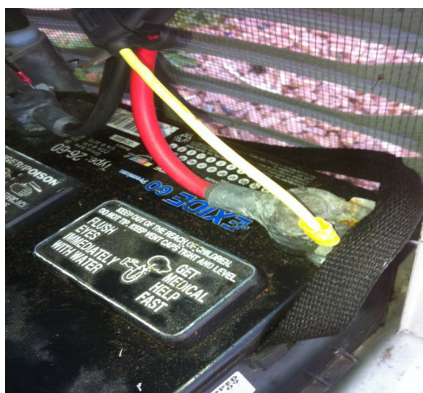

Figure 3-18. Branchement des câbles de la batterie
22. Desserrez et retirez les écrous des bornes de raccordement positive et négative sur les câbles de la batterie. Glissez les câbles par-dessus les bornes de raccordement et replacez les écrous. Rebranchez le câble de batterie rouge (+) et serrez-le de façon sécuritaire. Ensuite, installez et serrez le câble noir (-). Voir la Figure 3-18.